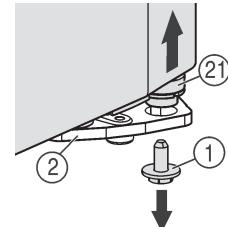
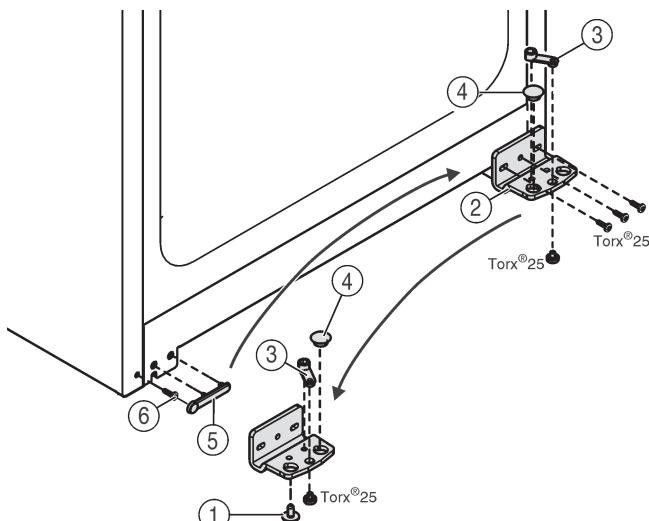

Fig. 4
Fig. 5
- Внизу справа на опорному кронштейні викрутіть фіксуючий гвинт Fig. 4 (1).
- Опорний гвинт Fig. 4 (21) можна вийняти з опорного кронштейна Fig. 5 (2).
- Якщо опорний гвинт Fig. 4 (21) не виймається, натисніть на нього знизу.
- Викрутіть опорну деталь Fig. 5 (2).
- Відкрутіть опорну деталь Fig. 5 (3) і вставте в протилежний отвір опорного кронштейну, знову пригвинтіть.
- Вийміть пробку Fig. 5 (4) з опорного кронштейна та переставте її в отвір на протилежному боці опорного кронштейна.
- Зніміть обережно кришку Fig. 5 (5) з боку ручки.
- Викрутіть гвинти Fig. 5 (6) і встановіть їх з протилежного боку.
- Знову вставте кришку Fig. 5 (5).
- Пригвинтіть опорний кронштейн Fig. 5 (2) на новий бік шарніра (з **моментом 4 Нм**). За потреби використовуйте пристрій для електричного закручування гвинтів.
- Викрутіть фіксуючий гвинт Fig. 4 (1) знизу в гвинт і затягніть (з **моментом 4 Нм**).